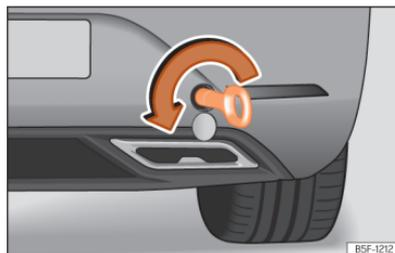

Fig. 219 No lado direito do para-choques traseiro: argola de reboque enroscada.
- Enrosque a argola de reboque no alojamento girando-a ao máximo **no sentido contrário ao dos ponteiros do relógio** »» **Fig. 219**, »» ①. Utilize um objeto adequado com o qual possa enroskar completa e firmemente a argola de reboque no seu alojamento.